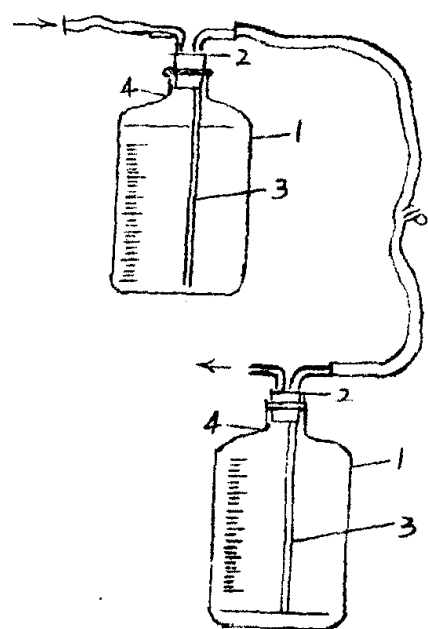

图14. 双瓶吸引器
1. 双瓶法：此法适用于较长时间的采样，采样量大，以及采样速度较快，而现场无电源的场合，装置见图14。利用液位差进行抽气，准备二只5升具有容积刻度的大玻璃瓶，将一瓶放满水至刻度以上，置于高水位，另一瓶放在低水位，两个瓶子接上橡皮管将低水位瓶子的一端接管口，用口吸气，使水从高位流至低水位，形成虹吸，将吸收管连接在高水位瓶的短管上。吸引空气的速度随水流速度而改变，可用连接二瓶的橡皮管螺旋夹来调节，速度自1~5升/小时改变到50~60升/小时，范围最大可达1.5~3升/分。